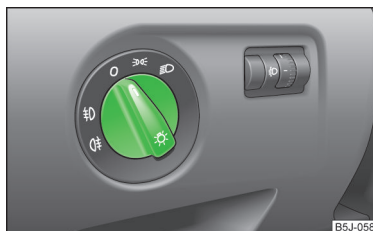

Fig. 38
La autovehiculele cu **volanul pe partea dreaptă** ordinea aranjării elementelor de comandă diferă parțial față de » fig. 38 la pagina 57 ordinea prezentată. Simbolurile care marchează pozițiile elementelor de operare sunt aceleași.
Pozițiile comutatorului de lumini » fig. 38.
► Rotiți comutatorul de lumini în poziția 0 » fig. 38 la pagina 57.